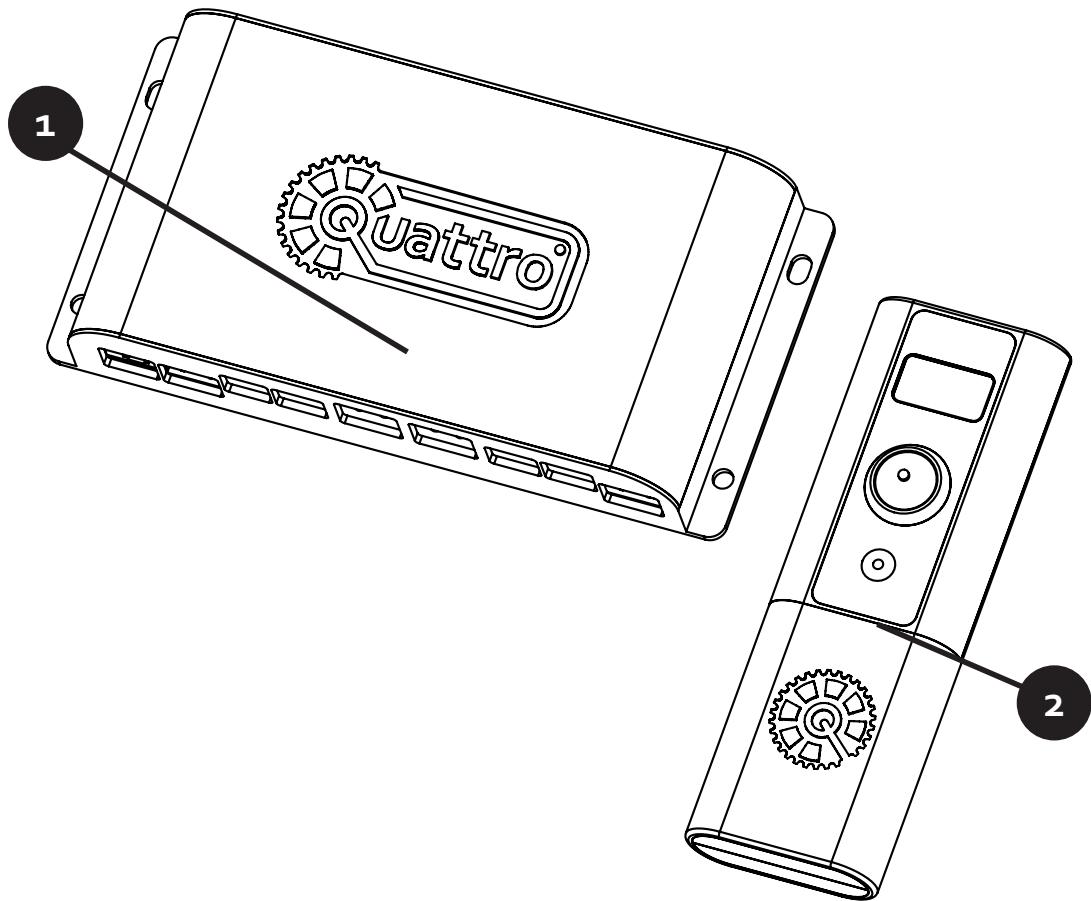

Fig.1
2. Drücken Sie zweimal schnell aufeinander folgend die Fernbedienung-Taste Abb.1.C
1. Drücken Sie die Fernbedienung-Taste Abb.1.C zweimal in schneller Folge
1. Halten Sie die Taste der Fernbedienung (Abb.1.C) drei Sekunden lang gedrückt.
1. Bewegen Sie den Joystick (Zeiger) Abb.1.B schrittweise in Fahrtrichtung.
2. Drücken Sie einmal auf den Joystick (Zeiger) Abb.1.C, um bei Bedarf die Fahrtrichtung zu ändern.
Dies zeigt an, dass die Fernbedienung nach der Steuerbox sucht und noch keine Verbindung hergestellt hat. Vergewissern Sie sich, dass der Stromschalter eingeschaltet ist und die Steuereinheit im Wohnwagen mit Strom versorgt wird (LED leuchtet). Wenn sich die Fernbedienung nicht innerhalb von 10 Sekunden verbindet (das Symbol sollte sich in ein Smiley verwandeln), drücken Sie den Joystick Abb.1.B zweimal, um in den Verbindungsmodus zu gelangen; halten Sie es in einem Abstand von 10 cm zum Gehäuse gedrückt.